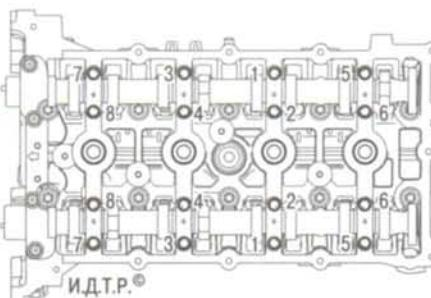

Рис. 5.21. Порядок затяжки болтов крышек распределительных валов на 1-м этапе
10. Установите крышки подшипников распределительных валов и затяните болты их крепления в порядке, показанном на рис. 5.21 и 5.22, в три этапа:
1-й этап – затяните болты 1–8 (см. рис. 5.21) моментом 2,0 Н·м;